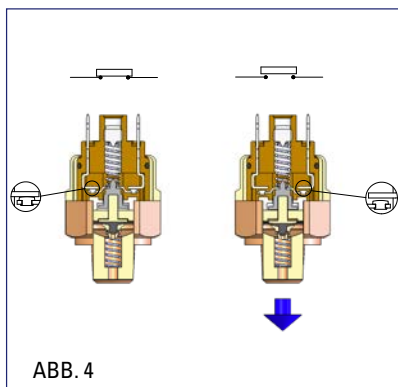

ABB. 4
- In der Version NORMALERWEISE OFFEN (NO) Abb. 1 (Abb. 4 für Vakuum) ist der Kontakt offen, d.h., es gibt keinen Stromdurchfluss bei Abwesenheit von Druck. Bei Erreichen des Eichdrucks schließt sich der elektrische Kontakt.
- In the NORMALLY OPEN (NO) version on Fig. 1 (Fig. 4 for vacuum), the contact is open, i.e. there is no flow of current in the absence of pressure. When the pressure setting is reached, the electrical contact closes.